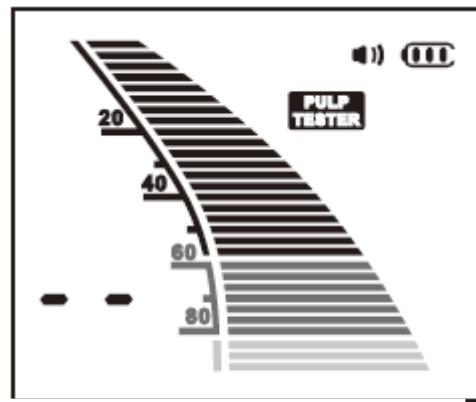

Рис. 32
- 2) Отсутствие реакции при максимальном стимуле(--), скорее всего, свидетельствует о том, что зуб - "мертвый". Требуется подтверждение посредством теплового теста. (Рис. 32)